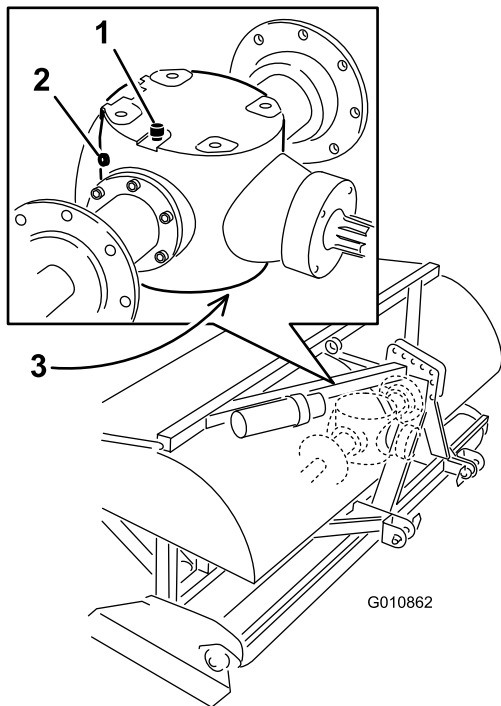

Рисунок 46
3. Выверните пробку контрольного отверстия редуктора (Рисунок 46).
4. Проследите, чтобы масло в редукторе доходило до нижнего уровня отверстия под контрольную пробку (Рисунок 46).
1. Во избежание загрязнений очистите пробки контрольного и заливного отверстий (Рисунок 46).